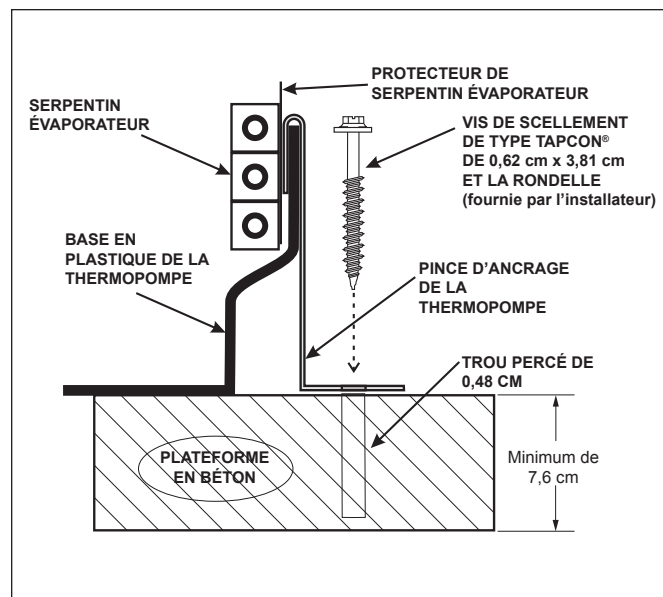

Figure 3. Installation de pinces d'ancrage
4. Ajuster le crochet de chaque pince sur la lèvre du panneau de la base de la thermopompe. Le crochet devrait s'ajuster entre la lèvre du panneau de la base et la garde du serpentin évaporateur (Voir Figure 3).
8. Positionner les pinces d'ancrage de manière à ce que les trous dans les pinces soient au dessus des boulons d'ancrages. Assurez-vous que les crochets de pince soient sur la lèvre de la base de la thermopompe (Voir Figure 3).